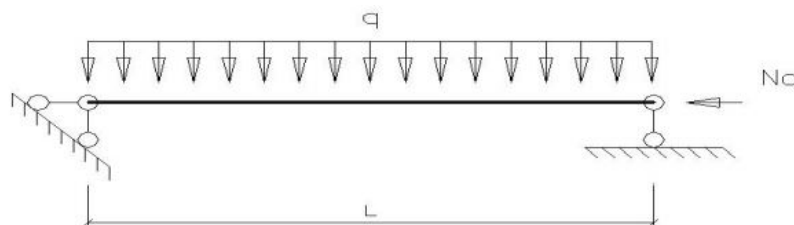

Рисунок 3. Расчетная схема балки
4.3 Проверить прочность стержня длиной L , сечением $b \times h$ (круглого диаметром d), без ослаблений с шарнирно-закрепленными концами. На стержень действуют продольная сжимающая сила N_c и равномерная поперечная, нагрузкой q , в направлении большего размера сечения (рисунок 3).